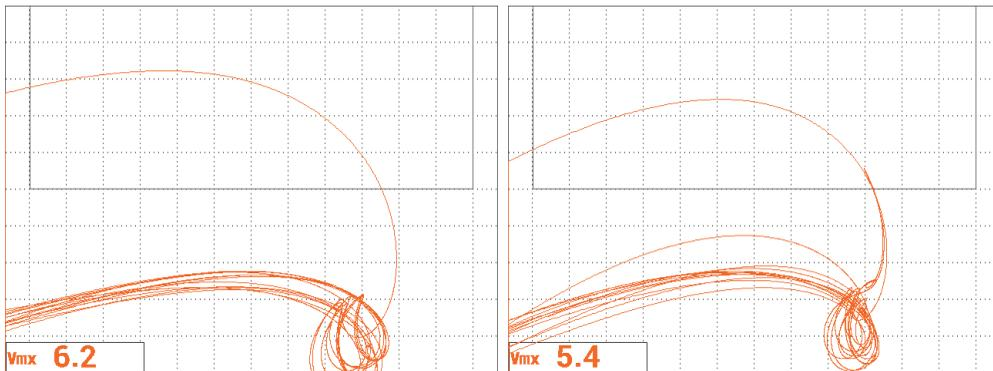

Figura 5-133 Resultados de escaneo para las dos líneas de remaches de fijación
36. Coloque la sonda en la posición 1 del estándar de calibración y, a continuación, efectúe un escaneo final de las dos líneas de remaches de fijación (vea la Figura 5-133 en la página 240).